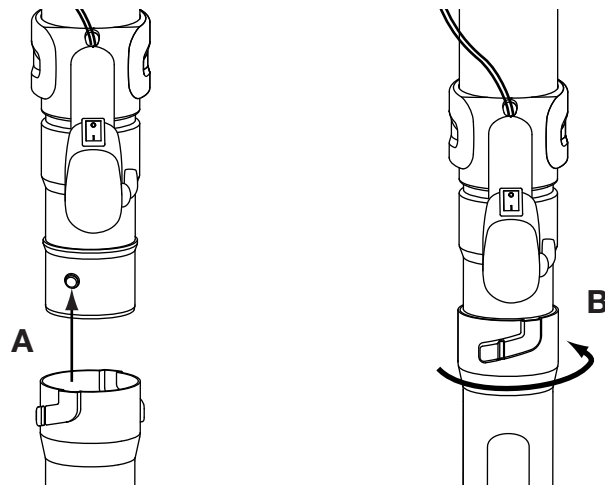

Fig. 3
1. Aligner l'encoche sur l'extrémité du tube de soufflage inférieur avec la bosse sur l'extrémité inférieure du tube de soufflage supérieur (Fig. 3, A).
2. Insérer la buse sur le tube de soufflage supérieur dans l'encoche sur le tube de soufflage inférieur (Fig. 3, A).
3. Pivoter le tube de soufflage inférieur dans le sens des aiguilles d'une montre autour du tube de soufflage supérieur jusqu'à ce que la bosse du tube de soufflage supérieur se verrouille en place (Fig. 3, B).